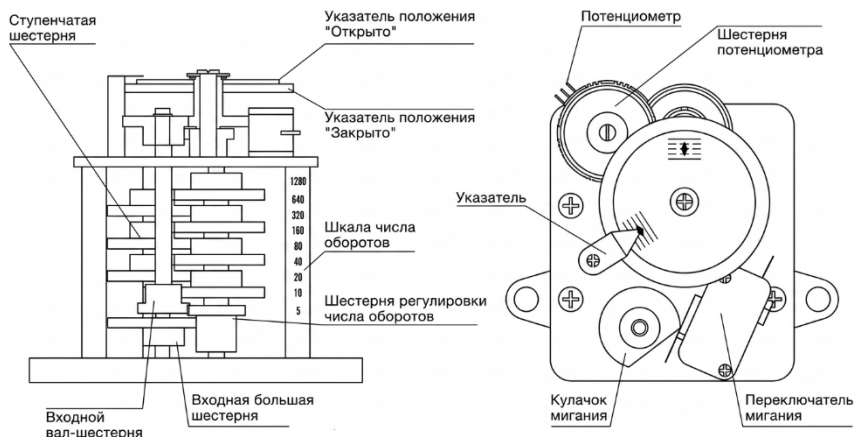

Рис. 4. Указатель положения (МТ)
**Указатель положения** (Рис. 4): входная шестерня приводится от счётчика контроллера хода. Через редуктор указательный диск поворачивается синхронно с перемещением арматуры, отображая её положение.
### **2.3.3. Настройка указателя положения (Рис. 4)**